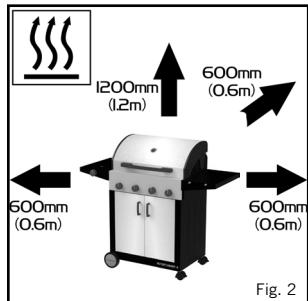

Fig. 2
- Vergewissern Sie sich, dass das Gerät nicht in der Nähe von entzündlichen Materialien betrieben wird. Der Sicherheitsabstand beträgt über dem Gerät mindestens 1,2 m und seitlich sowie hinter dem Gerät jeweils 60cm (siehe Abb. 2).